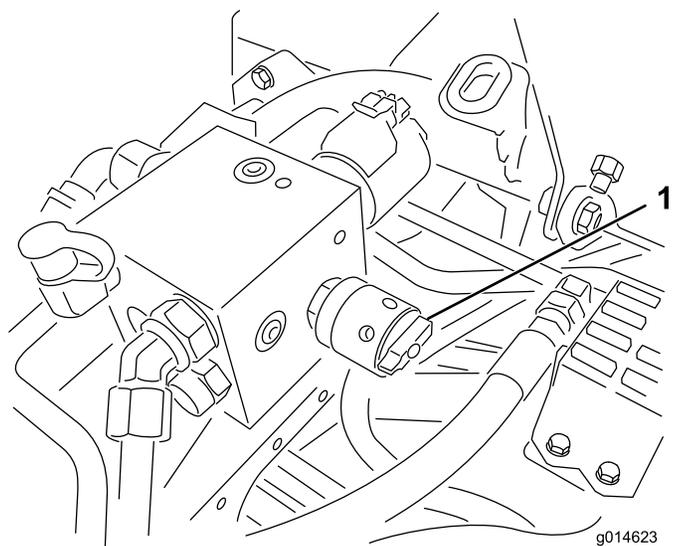

Рисунок 38
- Для настройки частоты вращения барабана поворачивайте ручку регулятора (Рисунок 38), пока стрелки указателя не совместятся с числом, обозначающим требуемую настройку.